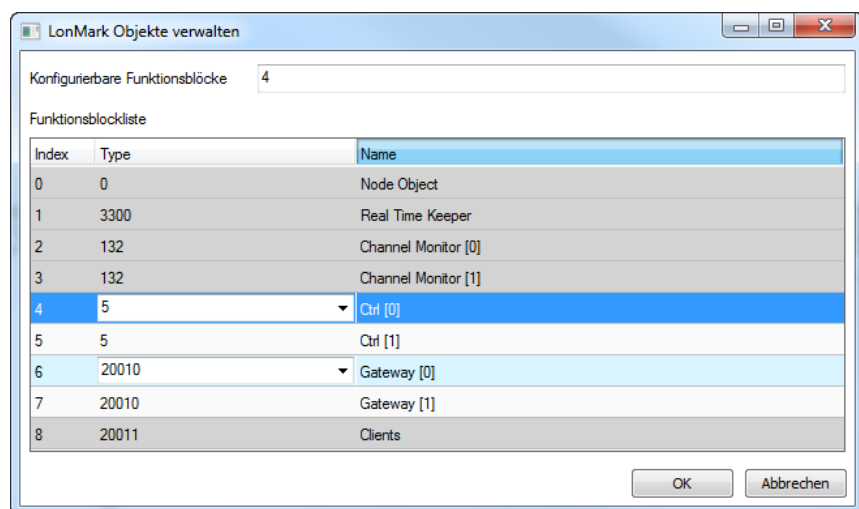

Abbildung 119: LONMARK-Objekte verwalten
1. Wählen Sie das Menü **Werkzeuge → LonMark Objekte verwalten ...**. Der Dialog **LonMark Objekte verwalten** erscheint, wie in Abbildung 119 gezeigt.